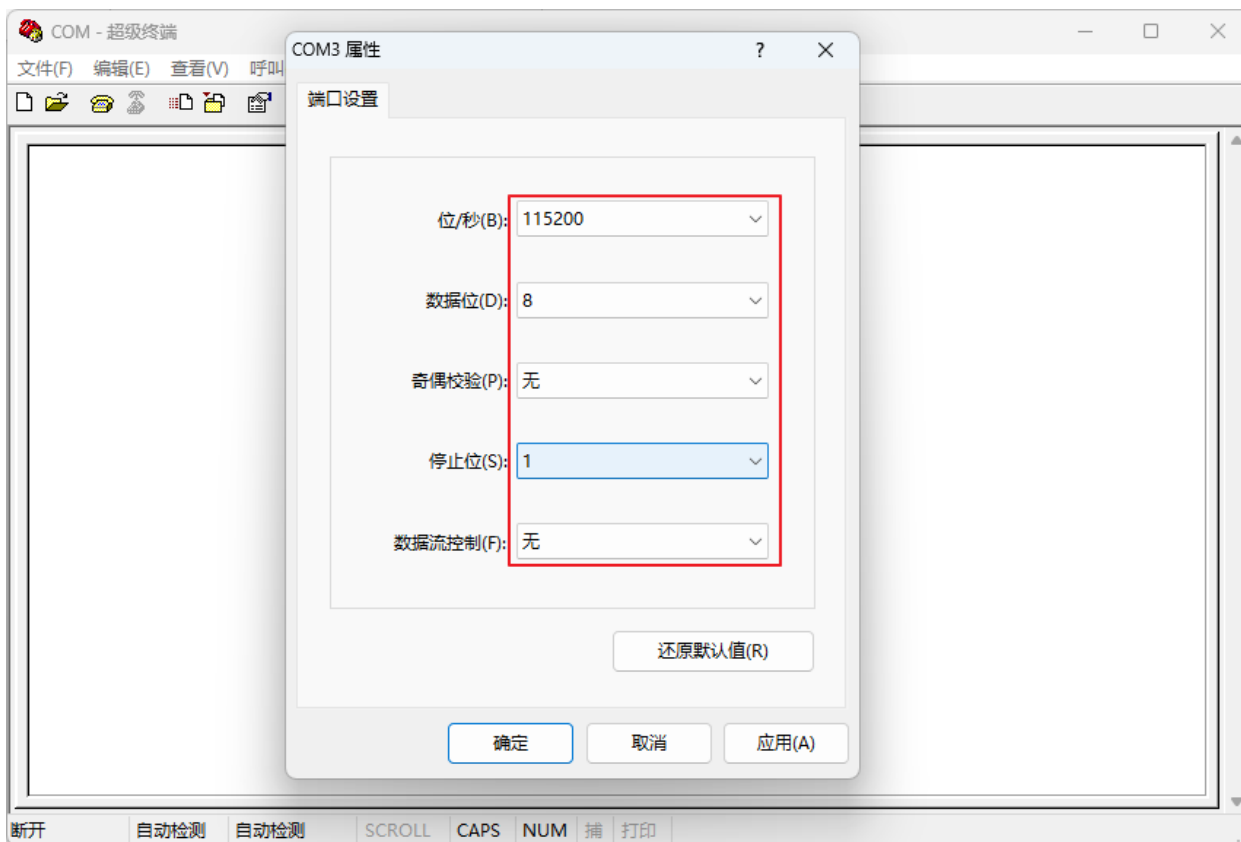

图 6-5 端口设置
Step5.配置端口参数，与 Bootloader 程序工程配置保持一致，点击“确定”，如图 6-5 所示。